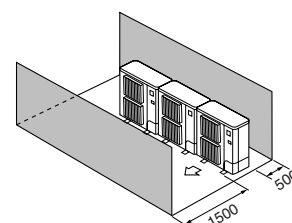

Fig. 2-11
- ④ Kun forhindringer foran og bagved (Fig. 2-11)